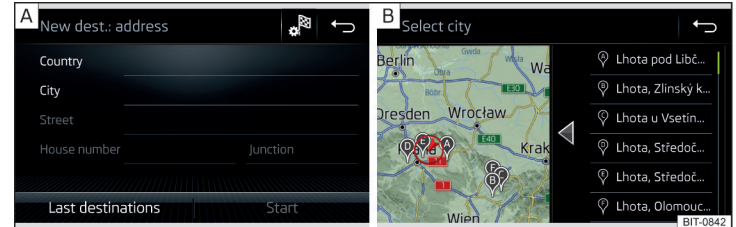

Abb. 212 Ziel über die Adresse eingeben: Hauptmenü / Liste der aufgesuchten Orte
- Die Zieladresse eingeben und anschließend bestätigen » Abb. 212 - **A**.
In Abhängigkeit von der Anzahl der aufgesuchten Orte kann automatisch eine Karte mit einer Liste der aufgesuchten Orte angezeigt werden » Abb. 212 - **B**.